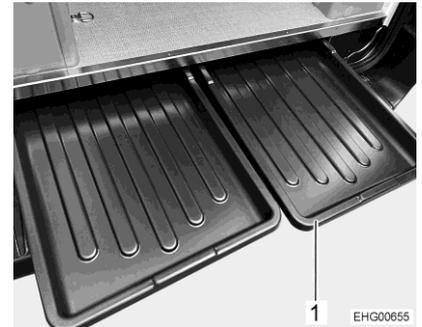

Bild 35 Auszüge Doppelboden (Sonderausstattung)
- Einen der Auszüge (Bild 35,1) im Heckbereich des Fahrzeugs herausziehen.